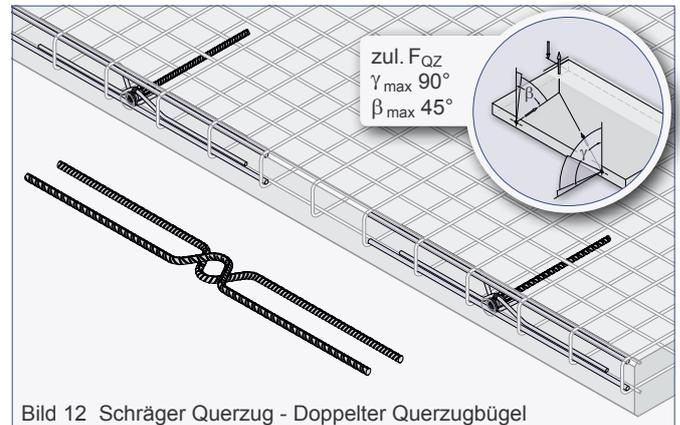
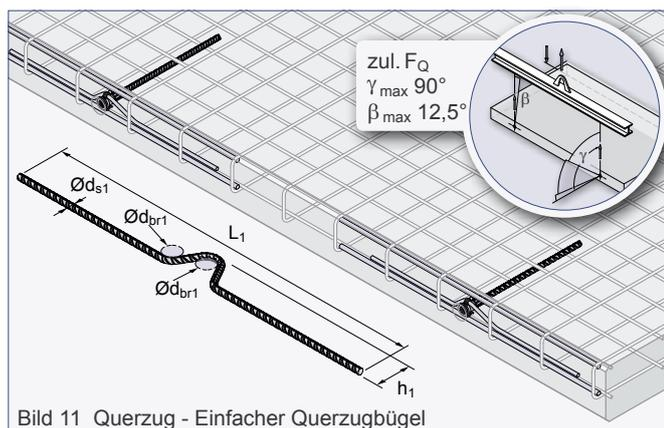
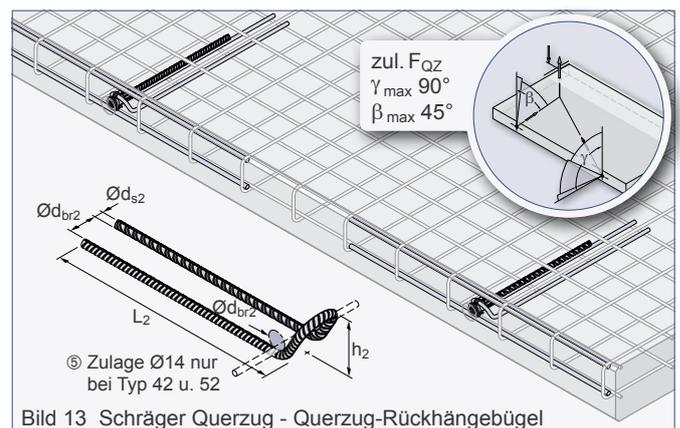

Bild 12 Schräger Querzug - Doppelter Querzugbügel
Bild 11 Querzug - Einfacher Querzugbügel
Bild 13 Schräger Querzug - Querzug-Rückhängebügel
Die Beanspruchung der Gewindetransportanker mit Querzug $\gamma > 15^\circ$ erfordert den Einbau einer Bewehrung nach Tabelle 8. Die Querzugbewehrung kann entweder als einfacher Querzugbügel (Bild 11), als doppelter Querzugbügel (Bild 12) oder als Querzug-Rückhängebügel (Bild 13) ausgeführt werden. Sie hat im Scheitelpunkt der Biegung Druckkontakt mit der Gewindehülse des Transportankers. Die Querzugbewehrung wird stirnseitig im Bauteil entgegen der Belastungsrichtung angeordnet. Das Aufrichten von Platten kann zu gleichzeitigem Schräg- und Querzug, dem so genannten schrägen Querzug, an den Transportankern führen (Bild 12 und Bild 13). In diesem Fall ist nur die Querzugbewehrung als doppelter Querzugbügel oder Querzug-Rückhängebügel erforderlich. Der Schrägzugfall wird beim Einsatz dieser Bewehrung ebenfalls abgedeckt. Beim Umlegen oder Aufstellen des Bauteils während der Montage muss die Lage der Querzugbewehrung beachtet werden (nur beim einfachen Querzugbügel gemäß Bild 11 und Querzug-Rückhängebügel gemäß Bild 13). Der doppelte Querzugbügel (siehe Bild 12) deckt die üblichen Lastrichtungen ab.
⑤ Zulage $\varnothing 14$, Länge = 600 mm erforderlich (siehe Bild 13)
⑥ Bei der Bewehrung "Einfacher Querzugbügel" (siehe Bild 11) ist ausschließlich F_Q ($\beta_{\max} 12,5^\circ$) zulässig!